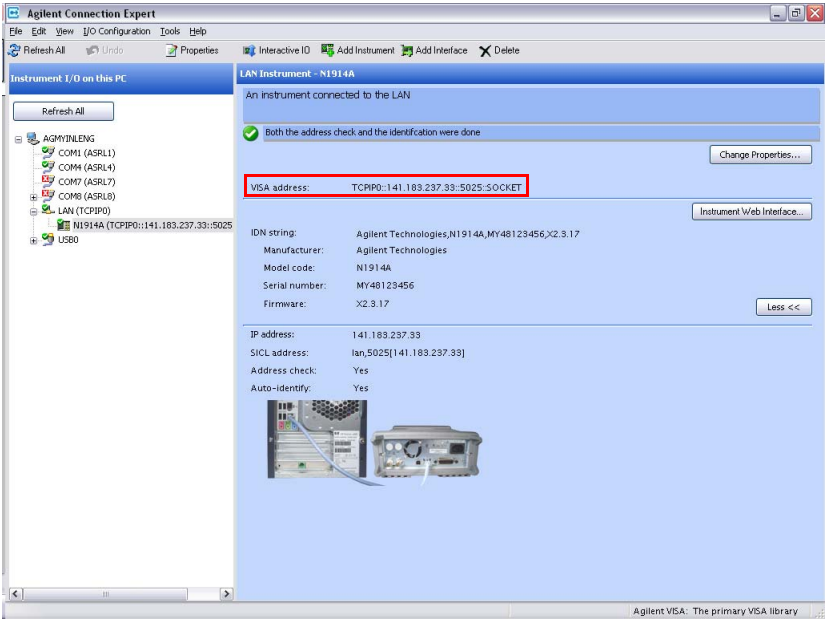

Abbildung 1-13 N1914A Leistungsmesser verbunden über Socket-Verbindung
- 6 Klicken Sie auf **OK**. Sie kehren dann zurück zum Agilent Connection Expert-Fenster (siehe Abbildung 1-13). Ihr Leistungsmesser ist über eine Socket-Verbindung verbunden.